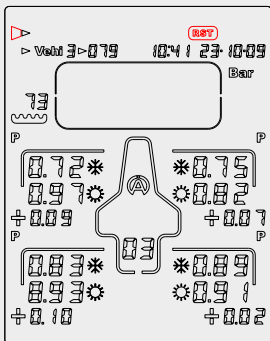

Figure 14
- 1) ボタンを使い  « **RST** »を選択 (figure 14)